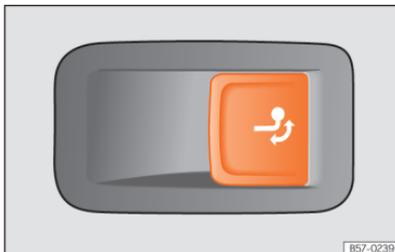

Fig. 182 No lado direito da bagageira: botão para desbloquear o gancho de reboque.
- Puxe o botão » » » **Fig. 182** de forma breve. O gancho de reboque desbloqueia-se eletricamente e roda-se automaticamente para fora. A luz de controlo do botão pisca.
- Puxe o botão » » » **Fig. 182** de forma breve. O gancho de reboque desbloqueia-se eletricamente.
- **Nunca pressione o botão » » » **Fig. 182** quando tiver um reboque engatado ou estiver montado um porta-bagagens ou outros acessórios sobre o gancho de reboque.**